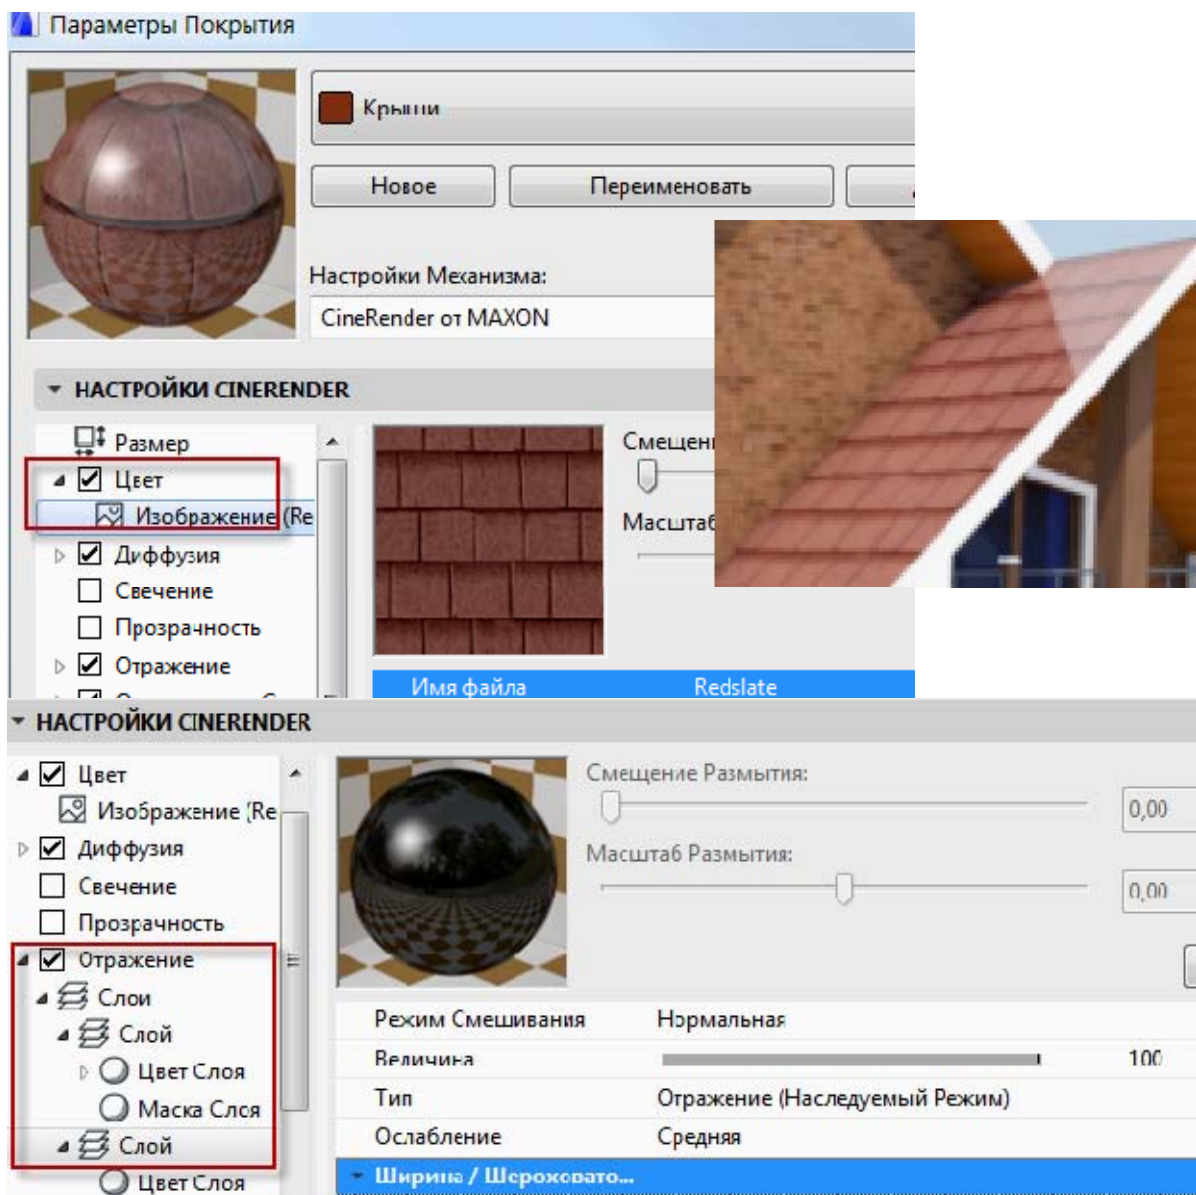

Рис. 12.1
Для индивидуального оформления фасадов здания создайте покрытия для стен, крыш, тротуаров, остекления и т. п. Примеры параметров покрытий показаны на рис. 12.1 – 12.3.
*Покрытие крыши* создано на основе текстуры черепичной кровли с незначительным отражающим эффектом и глянцем (см. рис. 12.1).